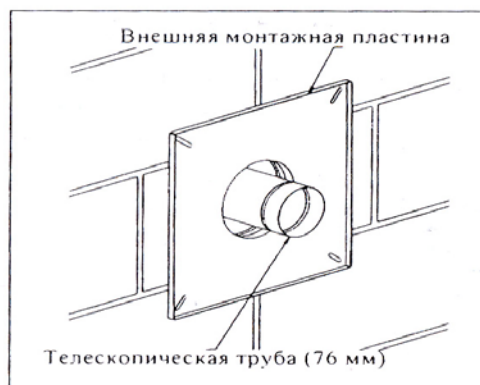

Рис. 10
9. Вставьте 127 мм. трубу снаружи здания через отверстие в стене до положения, когда внешняя монтажная пластина коснется стены. (См. рис. 10).